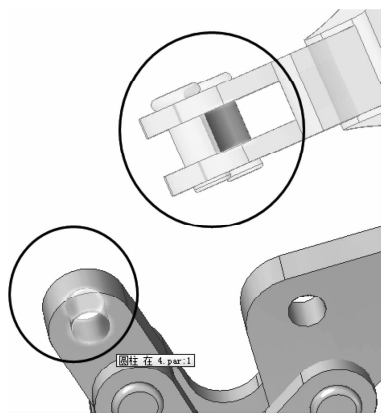

图 8-131 轴对齐配合
- (4) 接下来进行【零件5】与【零件4】的配合，单击所要配合的【零件5】的前圆柱部位的外表面，再单击【零件4】的需要配合的孔的内表面，使【零件4】所要配合的部位与【零件5】所要配合的部位同轴对齐配合，如图 8-131 所示。